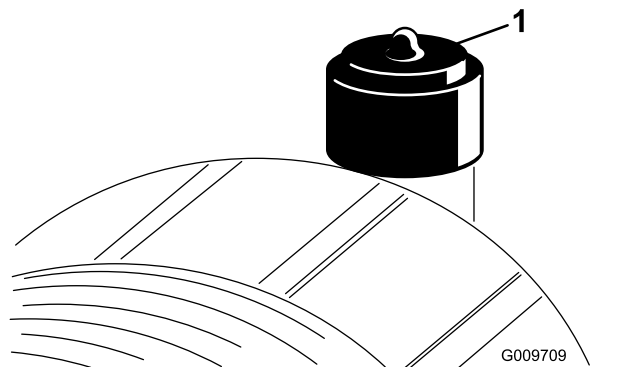

Figure 78
Faites l'entretien du filtre à air uniquement quand l'indicateur de colmatage (Figure 78) indique que cela est nécessaire. Ne remplacez pas le filtre à air plus fréquemment que nécessaire ; cela ne fait qu'accroître le risque de contamination du moteur par des impuretés quand le filtre est déposé.
2. Réarmez l'indicateur de colmatage (Figure 78) s'il est rouge.